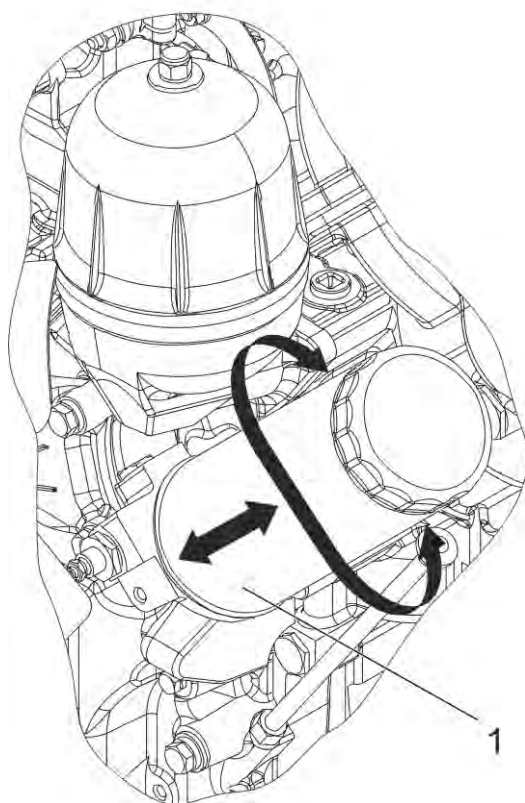

Рисунок 54 – Снятие и установка сменного фильтра для масла:
2. Отвернуть сменный фильтр для масла 1 (рисунок 54). В случае затруднённого отворачивания сменного фильтра использовать специальный съёмник.